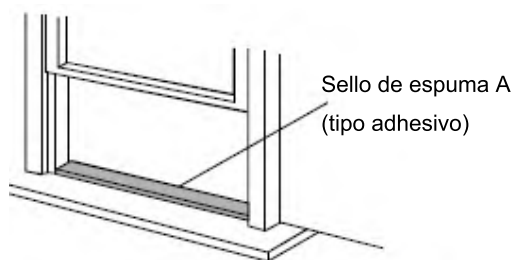

Fig.8
1. Corte el sello de espuma (tipo adhesivo) a la longitud adecuada y colóquelo en el antepecho. Fig.8